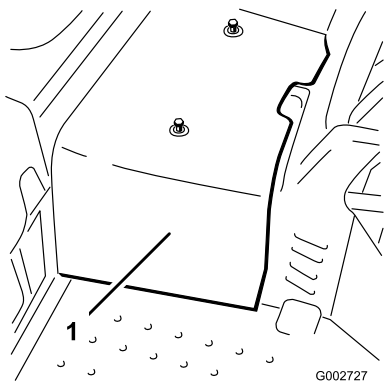

图44
2. 拧掉将中央护罩固定到机器的 2 个螺丝然后取下护罩图44。